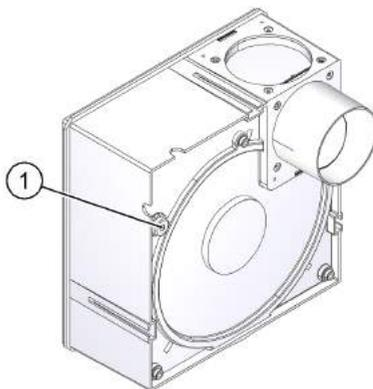

Рис. 37: отверстие для сетевого кабеля и кабеля линии управления в задней стенке корпуса
- ▶ Протяните сетевой кабель и, при необходимости, кабель линии управления через отверстие (поз. 1 на рис. 37) в задней стенке корпуса.